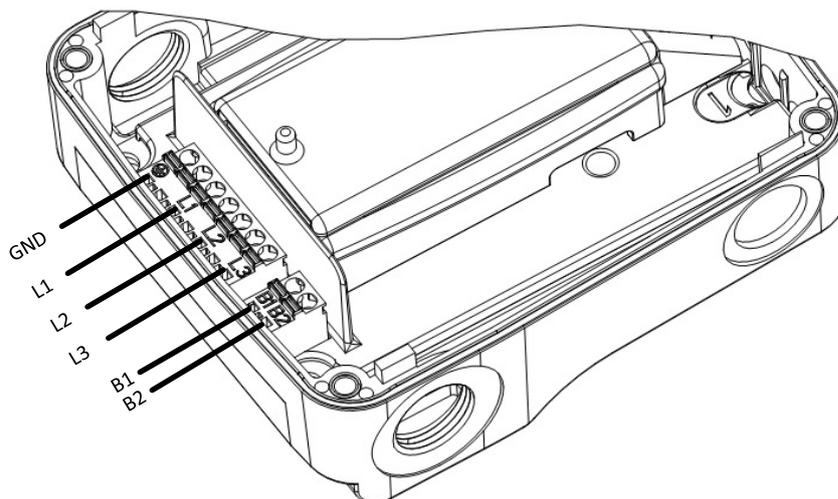

Рисунок 3. Электрическая схема
Электрические соединения насоса необходимо выполнить согласно электрической схеме (рисунок 3), которая отображена на нижней стороне крышки двигателя. Перед этим необходимо отвинтить верхнюю крышку (рисунок 1 – ПОЗ. 2). Согласно стандарту IEC 60446 рекомендуется использовать следующий порядок электрического подсоединения проводов:
- Насос серии GHNbasic II и SANbasic II оснащен теплозащитой, которую можно подключить к внешнему контролирующему устройству. Если контакты B1 и B2 (рисунок 3) не замкнуты, то двигатель насоса перегревается и его необходимо охладить. Если ошибка повторяется, необходимо произвести сервисное обслуживание.